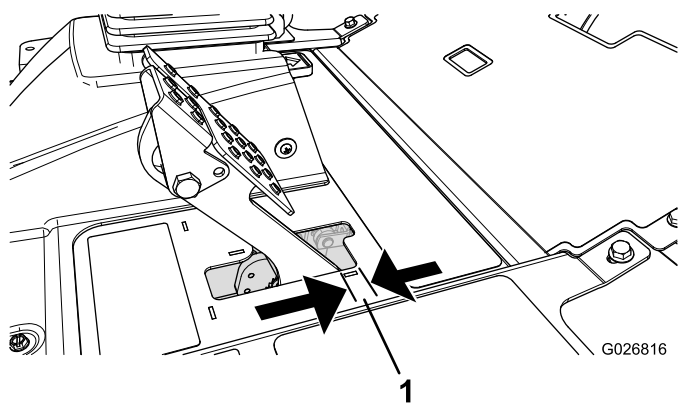

Figura 72
Regolate i freni se il pedale ha un "gioco" superiore a 2,5 cm (Figura 72), o quando è necessaria maggiore forza di tenuta. Per gioco s'intende la distanza che il pedale percorre prima che si avverta la resistenza della frenata.
2. Serrate il dado posteriore per spostare indietro il cavo, finché i pedali del freno non hanno un gioco compreso tra 6,3 e 12,7 mm (Figura 72), prima che la ruota si blocchi.